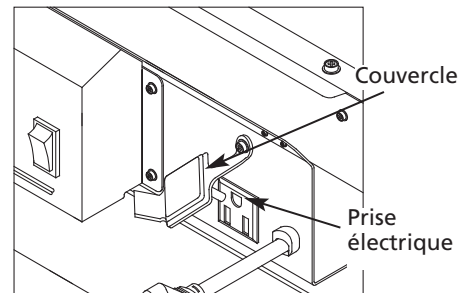

Figure 8 – Prise électrique supplémentaire
- Toujours couvrir la prise électrique lorsqu'elle n'est pas utilisée. Voir la Figure 8.